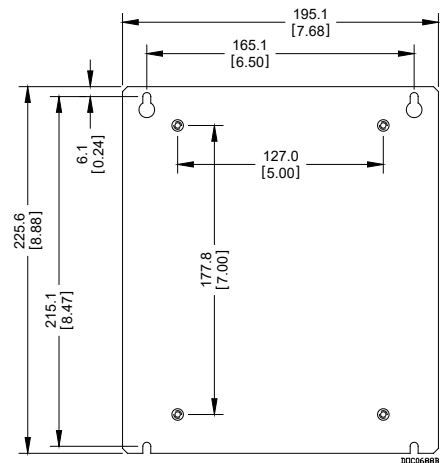

图3. 适配板尺寸
- **主机组安装在适配板上。**将其放置在机柜装配板上的合适位置，使用适配板插槽作为模板定位板上的安装孔。适配板的尺寸信息请参见图3。使用 8-32 UNC 螺丝锥在板上安装孔的位置进行钻孔攻丝。将装有适配板的 FB107 放置在钻攻好的位置上，然后使用随附的四个 8-32 UNC x 0.38 英寸长螺丝将其固定到装配板上。拧紧螺钉。